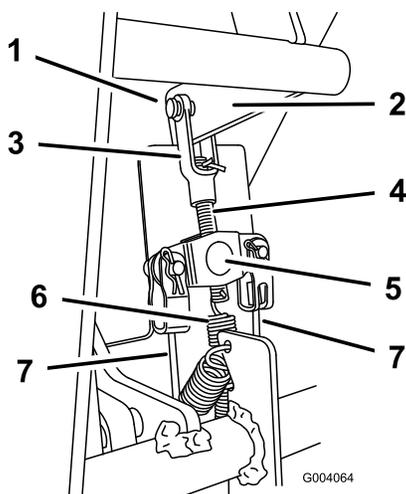

Figure 45
2. Vérifiez les câbles de frein au niveau de l'équilibreur (situé sous le tableau de bord) et évaluez à quelle hauteur l'équilibreur doit être placé sur la tige de frein pour supprimer entièrement le mou des câbles (Figure 45).
3. Enlevez la goupille fendue et l'axe de fixation de la chape sur la tige de frein (Figure 45).
4. Décrochez le ressort du bas de la tige de frein (Figure 45).
6. Vissez ou dévissez la tige de frein dans l'équilibreur selon les besoins pour supprimer le mou des câbles de frein (Figure 45). Ne tendez pas les câbles excessivement.
7. Accrochez le ressort dans le trou de la tige de frein (Figure 45).
8. Accouplez la chape de la tige de frein au levier de frein à l'aide de l'axe et de la goupille fendue retirés précédemment (Figure 45).